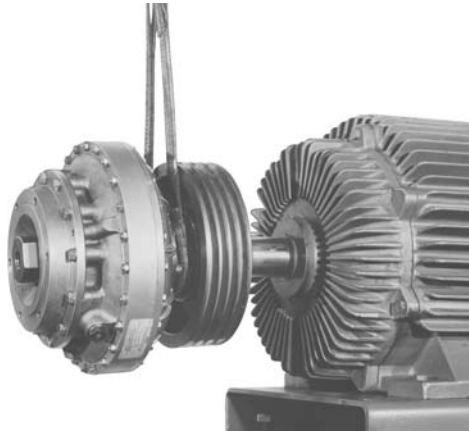

Figura 4
- B. Sostenga el peso del acoplamiento hidráulico y deslice dicho acoplamiento sobre el huso del collarín, cerciorándose de que se obtengan los adecuados alineado y engrane (figura 4). Asegurarse de que ni el collarín ni la chaveta se hayan desplazado axialmente, puesto que esto podría causar que tal chaveta subiera por la rampa longitudinal del chavetero del eje y provocase el descentramiento y la vibración. Siga sosteniendo el peso del acoplamiento hidráulico durante la ejecución de los pasos C y D.